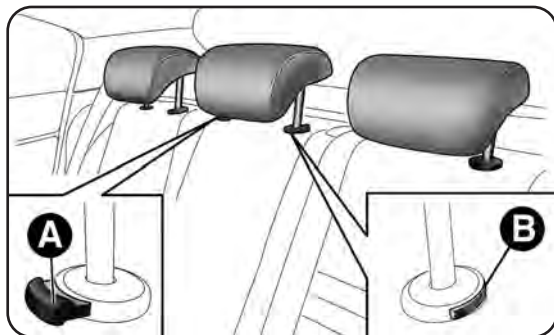

fig. 27
- premi i tasti A e B-fig. 27 quindi rimuovi gli appoggiatesta sfilandoli verso l'alto.